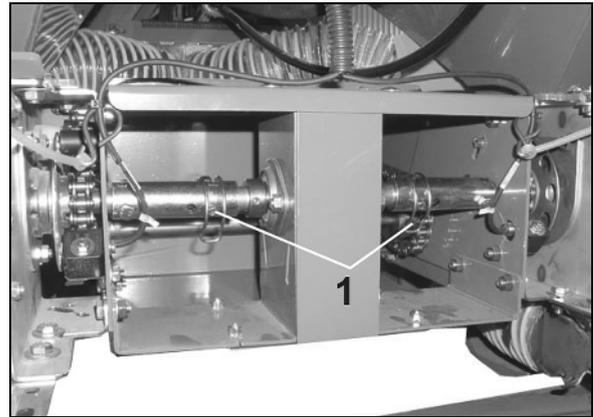

Fig. 100
3. Enlevez une des deux goupilles (Fig. 100 / 1).